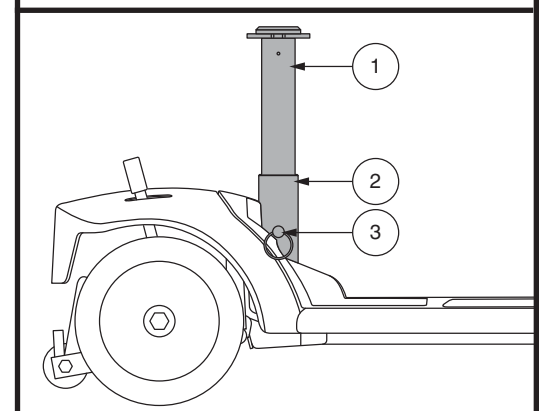

Figure 19. Réglage de la hauteur du siège
La hauteur du siège peut être réglée à volonté. **Voir la figure 19.**
2. Retirez le mât du siège du Travel Scooter en retirant la goupille de détente de la partie inférieure du mât du siège, puis soulevez le mât vers le haut et enlevez-le du Travel scooter. **Voir la figure 19.**